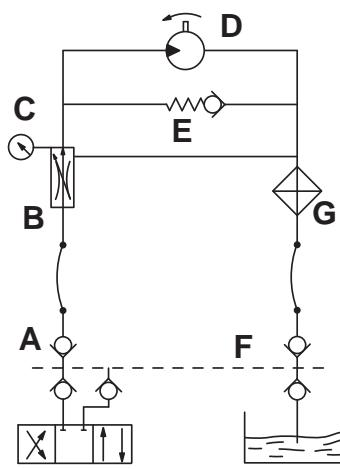

fig. 37 Lado tractor
- a) **instalación dependiente:** conectada a la instalación del tractor (Fig. 37);
- **Alimentación del aceite:** aténgase a los datos del esquema de la Fig. 37. Conecte correctamente los tubos hidráulicos a los distribuidores del tractor, siguiendo las indicaciones presentes en cada tubo.
Sólo cuando el aceite alcanza una temperatura ideal y la velocidad sea estable, es posible regular la presión. Si el equipo se usa con diferentes tractores y, por consiguiente, con diferentes distribuidores y aceites, hay que repetir el procedimiento de regulación para cada tractor. En los tractores con bomba de caudal variable (circuito hidráulico cerrado), equipados con regulador del caudal de aceite, hay que abrir por completo el regulador de tres vías (B, Fig. 37) y, comenzando con poco caudal de aceite, abrir gradualmente el regulador interior del circuito del tractor hasta alcanzar la presión deseada, indicada por el manómetro (C, Fig. 37).